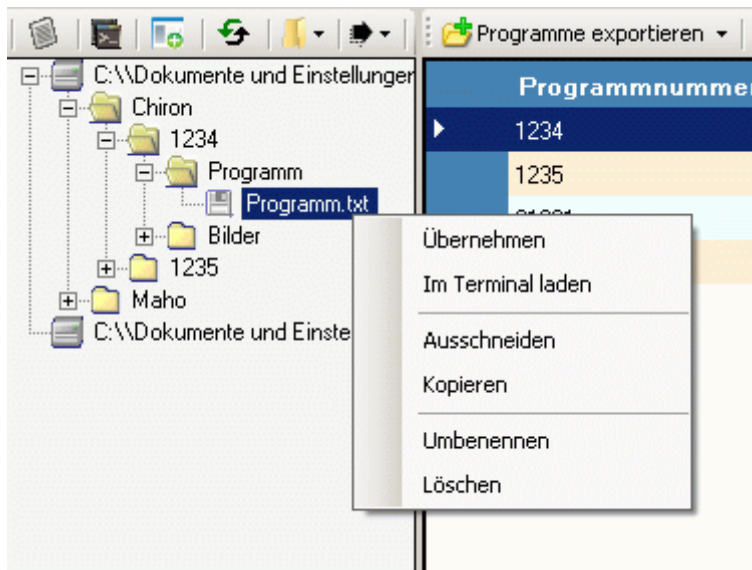

Abbildung 17.2: Dateioperationen
18.4. Beim Rechtsklick auf eine Datei öffnet sich das Kontextmenü wie in Abbildung 17.2.